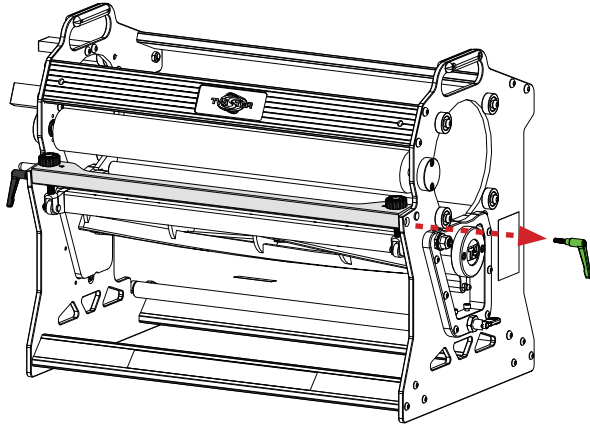

Abb. 50
2. Entfernen Sie einen der Verriegelungsknöpfe der Einstellstange (siehe Abb. 50).